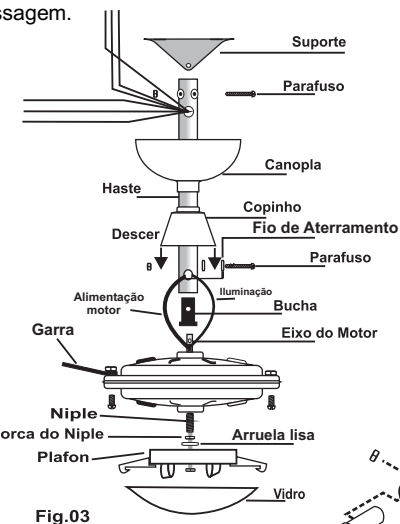
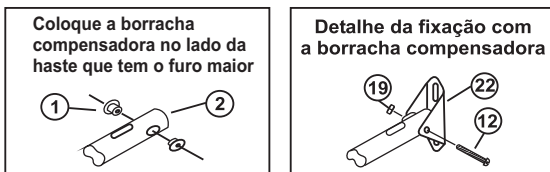

Fig.03
Fig. 05
-Coloque o copinho (6) na haste (2) no lado que tem o furo menor e a canopla (3) no lado que tem o furo maior conforme fig.03. -Encaixe a bucha (13) no lado da haste que tem o furo menor(os furos da bucha e da haste devem estar alinhados). Coloque as borrachas compensadoras no lado da haste que tem o furo maior conforme fig.05. Encaixe a haste no eixo do motor alinhando os furos, em seguida, passe o parafuso (16), já com o fio de aterramento e arruela dentada através da haste fixando-o com a porca (20).Conforme fig. 3 e 4.Passe os fios do motor, de iluminação e de aterramento pelo interior da haste através das aberturas de passagem.